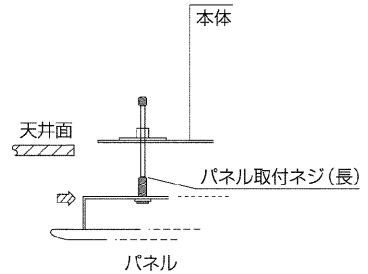
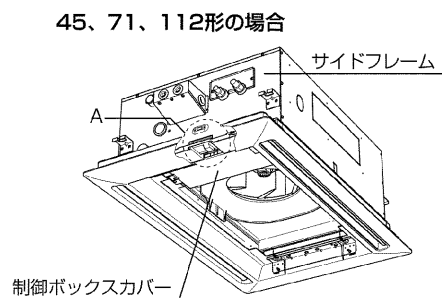
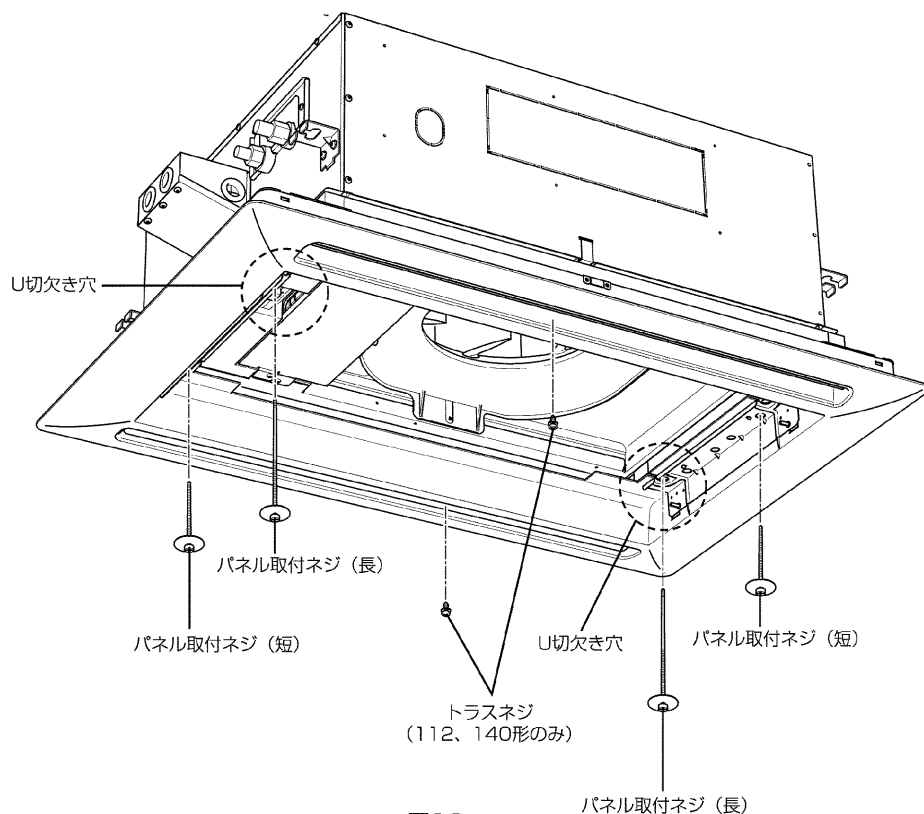

図6
図7
図12
方向を合わせたら仮止めしたパネル取付ネジ（長）にパネル本体吸込口部の切欠き穴を引っ掛けます。（図6）最初に反配管側、次に配管側を引っ掛けます。（図12）（配管側はパネル取付ネジ（長）を内側に押しつけて引っ掛けると作業が楽に行えます）この状態でパネル本体は仮止めされますが、パネルを持上げたり、強く揺らすと外れることがありますので、パネル取付ネジ（短）2本で残りの2ヶ所を取付けてください。
本体制御ボックスのカバーを外してください。（図7）
2. 1が完了しましたら図6および図7で仮止めしていた取付けネジ（長）および（短）とトラスネジを締付けてください。
（図12）